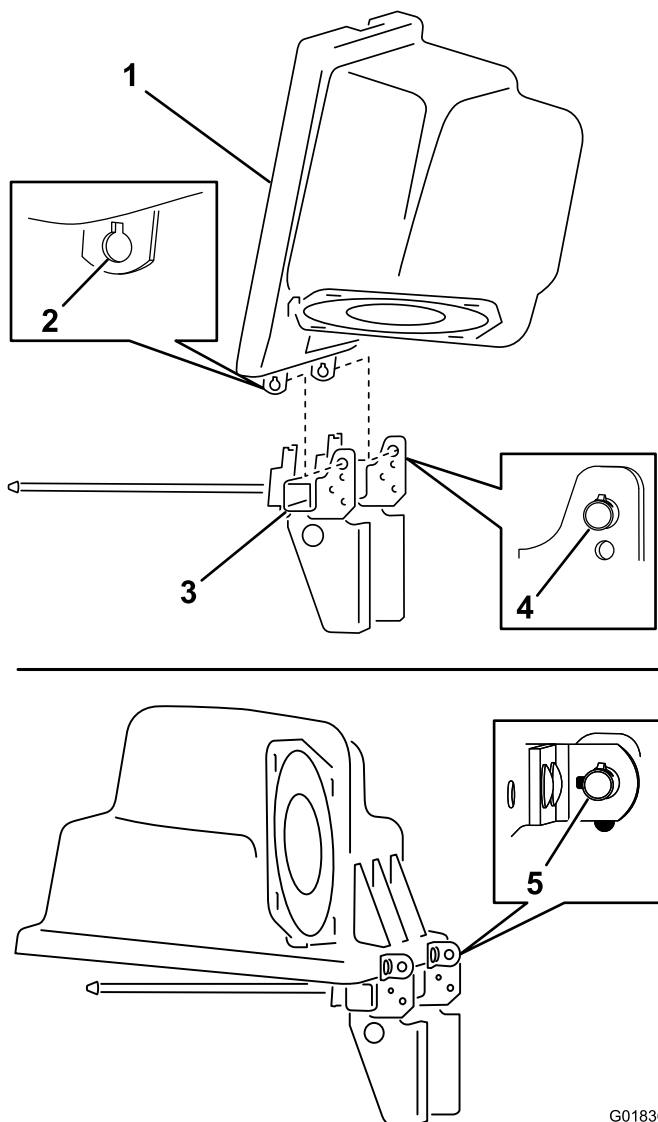

Bild 16
1. Ermitteln Sie den Schlüssellochschlitz in der linken und rechten Halterung der Abdeckung (Bild 16).
2. Ermitteln Sie am Stützrahmen des Füllkastens die zwei geschlitzten Stifte an den Schwenkhalterungen oben am Stützrahmen des Füllkastens (Bild 16).
3. Drehen Sie die Abdeckung so, dass der Schlüssellochschlitz oben ist, und fluchten Sie die Abdeckung mit der rechten Seite der geschlitzten Lagerbolzen aus (Bild 16).
4. Schieben Sie die Schlüssellochhalterungen über die geschlitzten Stifte, um die Abdeckung am Rahmen des Füllkastens zu montieren (Bild 16).
5. Drehen Sie die Abdeckung langsam nach unten, um die Abdeckung am Stützrahmen des Füllkastens zu befestigen, wie in Bild 16 dargestellt.